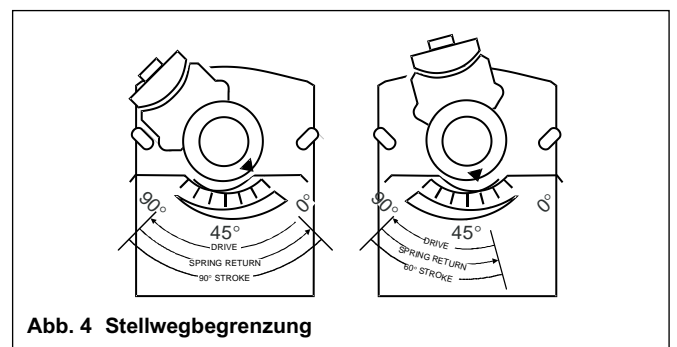

Abb. 4 Stellwegbegrenzung
3. Bewegen Sie die Kupplung in die gewünschte Sicherheitsposition und orientieren Sie sich dabei an der Beschriftung des Stellweges (Drehwinkel S; siehe Abb. 4).
- Beispiel:** Die Einstellung der Achskupplung auf etwaige Sicherheitsposition von  $35^\circ$  (wie am Gehäuse angezeigt), beschränkt den Stellweg auf  $60^\circ$  (siehe Abb. 4).